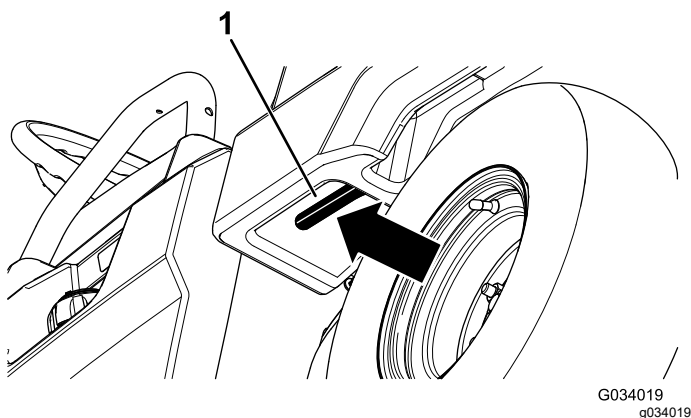

Рисунок 14
1. Потяните рычаг с левой внутренней стороны грузового кузова на себя и поднимите грузовой кузов вверх (Рисунок 14).
1. Немного приподнимите грузовой кузов, нажав вверх на рычаг защелки (Рисунок 14).